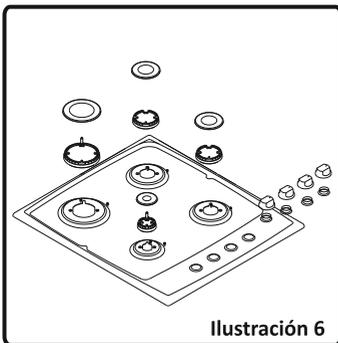

Ilustración 6
- Saque la tapa del quemador y el adaptador. (Ilustración 6).